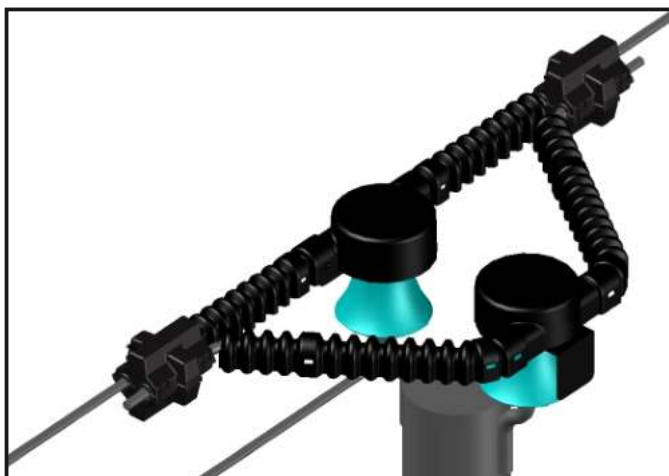

Рис. 9.
6.3.5. В случае, установки на плащечный зажим в месте крепления дублирующего шлейфа к фазному проводу, сначала необходимо установить ПЗУ-ПА-Б-НГ либо ПЗУ-ПА-М-НГ, а затем устанавливаются изолирующие кожухи, например, (ПЗУ-6-10кВ-МЛ-2-НГ, ПЗУ-6-10кВ-НБ-НГ, ПЗУ-6-10кВ-ГБ-НГ, ПЗУ-6-10кВ-ГМ-НГ) с подгонкой длины гофр-рукавов по месту, вплотную к футляру (Рис. 9).